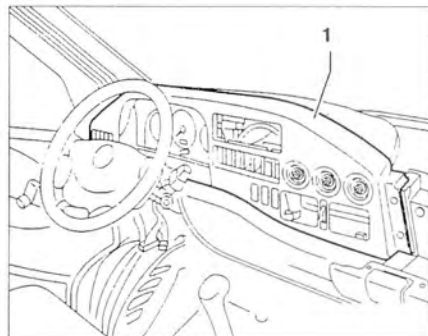

Рис. 10.34. Поднимите вверх декоративную панель 1 щитка приборов, отсоедините разъемы проводки и снимите панель 1, переместив ее вперед.
15. Поднимите вверх декоративную панель 1 щитка приборов, отсоедините разъемы проводки и снимите панель 1, переместив ее вперед (рис. 10.34).